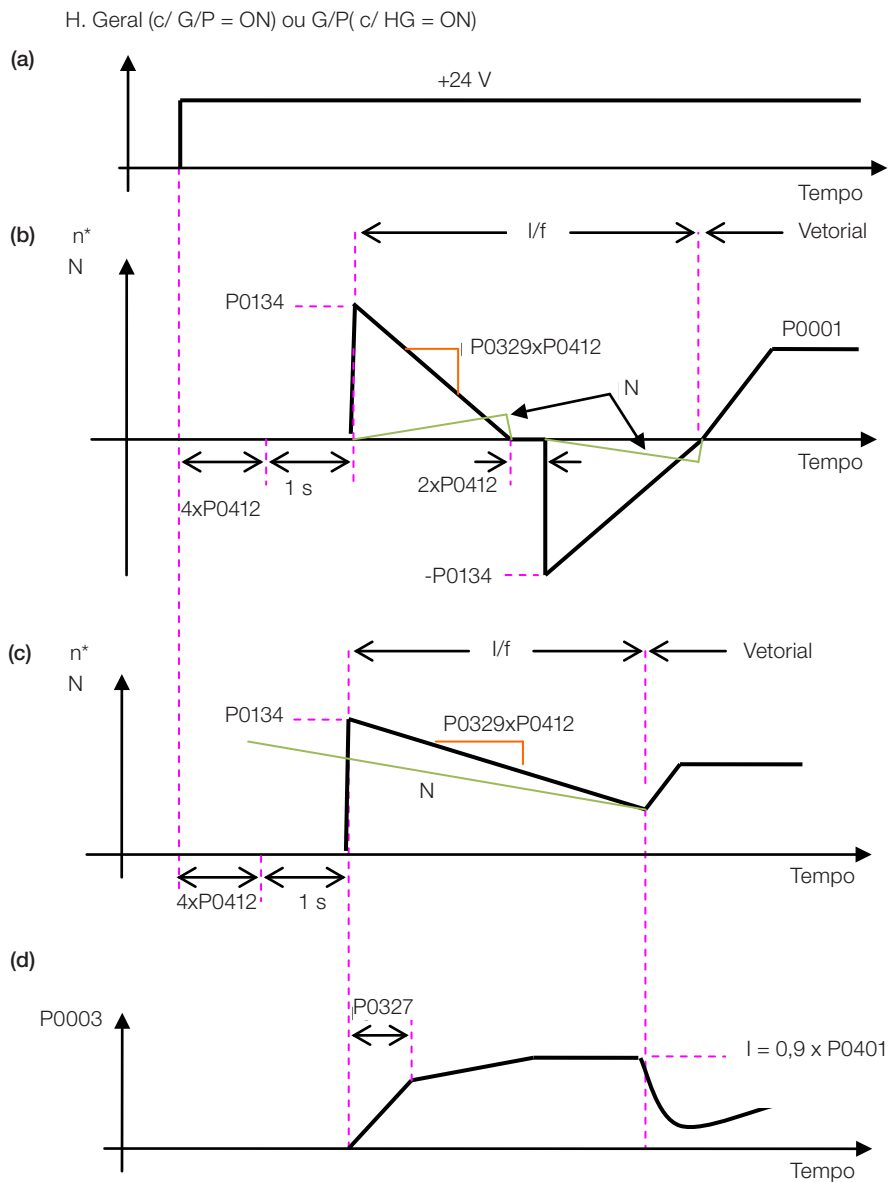

Figura 14.3: (a) a (d) Influência de P0327 e P0329 durante o Flying Start (P0202 = 4)
O comportamento da Função Flying Start (FS) no modo sensorless durante a aceleração e a re-aceleração pode ser compreendido a partir da Figura 14.3 na página 14-8.
Na Figura 14.3 na página 14-8 é apresentado o comportamento da referência de velocidade quando a função FS é iniciada com eixo do motor parado e P0329 pequeno (não otimizado).
A Figura 14.3 na página 14-8 apresenta a referência de velocidade quando a Função FS é iniciada com o eixo do motor girando no sentido desejado ou com o eixo parado e P0329 já otimizado.